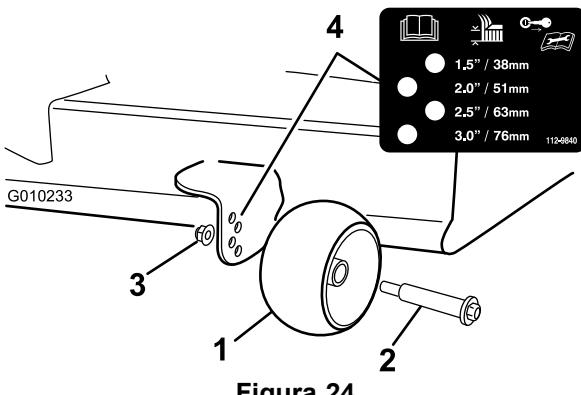

Figura 24
- Ajuste os rolos anti-danos (Figura 24) para corresponder à posição da altura de corte mais próxima.